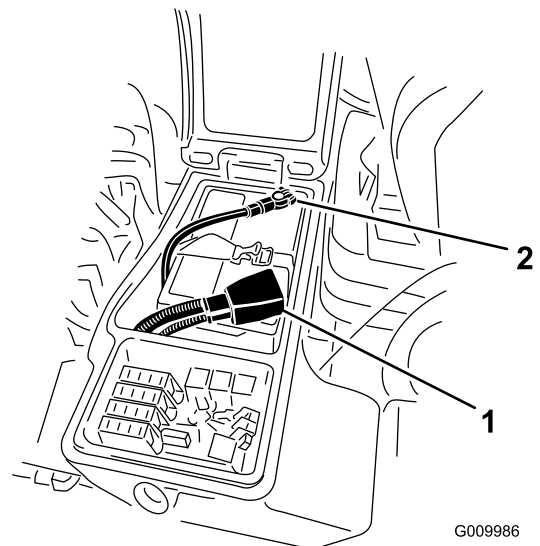

Figura 76
3. Rimuovete il cavo negativo (nero) dal morsetto negativo (-) e il cavo positivo (rosso) dal morsetto positivo (+) della batteria (Figura 76).
- Collegate il cavo positivo (rosso) al terminale positivo (+) e il cavo negativo (nero) al terminale negativo (-) della batteria (Figura 76).